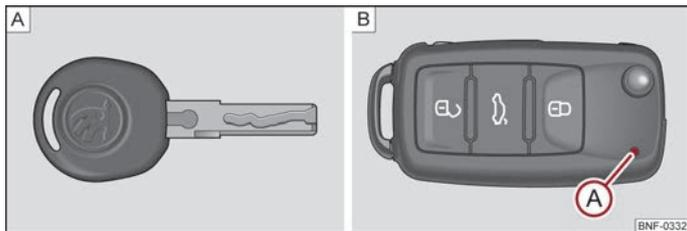
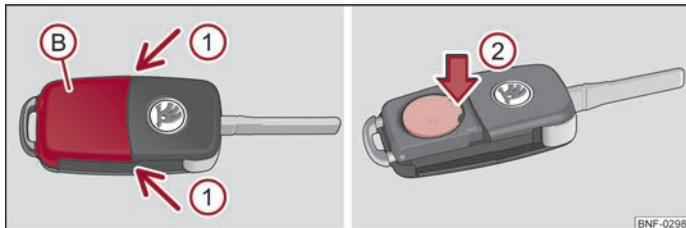

Abb. 7 Schlüssel ohne Fernbedienung / Schlüssel mit Fernbedienung (Funkschlüssel)
Abb. 8 Funkschlüssel - Deckel abnehmen / Batterie herausnehmen
Mit dem Fahrzeug werden zwei Schlüssel ausgeliefert. Je nach Ausstattung kann Ihr Fahrzeug mit Schlüsseln ohne Funkfernbedienung → Abb. 7 - A oder mit Funkfernbedienung → Abb. 7 - B ausgestattet sein.
Jeder Funkschlüssel enthält eine Batterie, die unter dem Deckel (B) untergebracht ist → Abb. 8. Wenn die Batterie entladen ist, blinkt nach dem Drücken einer Taste auf dem Funkschlüssel die rote Kontrollleuchte (A) nicht → Abb. 7. Wir empfehlen Ihnen, die Schlüsselbatterie von einem autorisierten ŠKODA Servicepartner wechseln zu lassen. Falls Sie jedoch die entladene Batterie selbst wechseln wollen, gehen Sie wie folgt vor:
- Drücken Sie die Batterieabdeckung mit dem Daumen oder mit einem flachen Schraubendreher im Bereich der Pfeile (1) ab.
- Durch Drücken der Batterie nach unten, im Bereich des Pfeils (2), nehmen Sie die entladene Batterie aus dem Schlüssel heraus → Abb. 8.